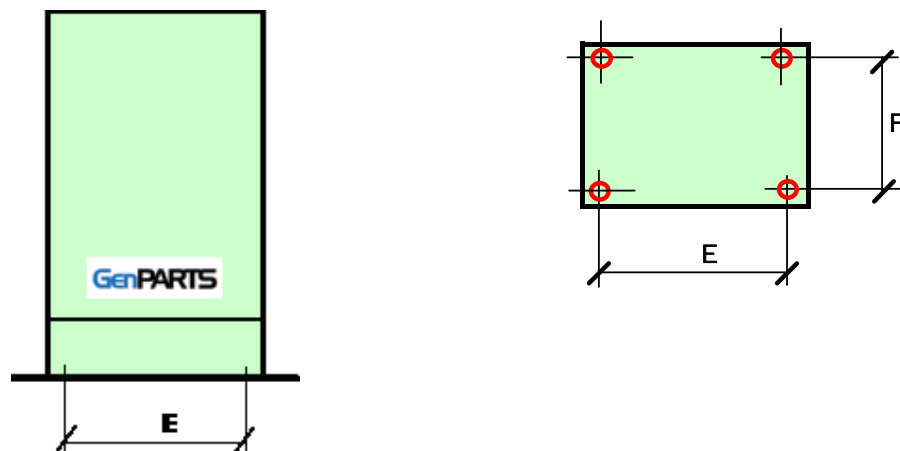

figura 2
- Armário assente no chão, equipado com uma base de 200 mm de altura (figura 2).